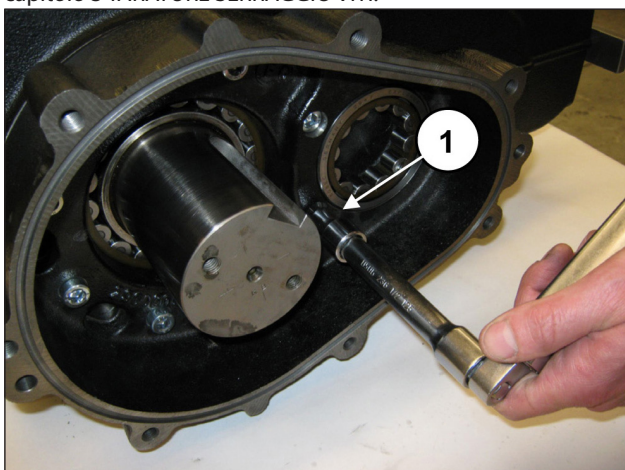

Fig. 64
Serrare le 8 viti M10x40 (pos. ①, Fig. 64).